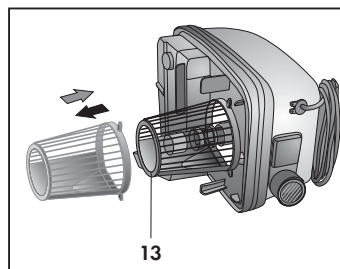

Fig. 19
Todas as vezes que fizer a limpeza da parte inferior do aparelho, limpe o filtro (13) tirando-o e lavando-o com água a correr (Fig. 19).